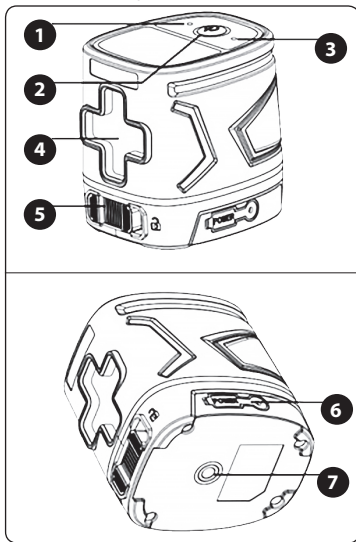

Abb. 6, Position – Beschreibung
- Verwenden Sie ein 5-V-Gleichstrom-USB-Netzteil zum Aufladen des Geräts, indem Sie ein USB-Kabel mit einem USB-C-Anschluss anschließen. Während des Ladevorgangs blinkt das grüne Licht (Abb. 6, Position 3), nach dem Laden leuchtet das grüne Licht.
2. Bei Verwendung einer Nivellierautomatik genügt es, den Schalter (Abb. 6, Position 5) auf die Position des entriegelten Vorhängeschlosses zu schalten und damit Laserlinien zu projizieren.
2. Stellen Sie sicher, dass sich der Schalter (Abb. 6, Position 5) in der Position des verriegelten Vorhängeschlosses befindet.
3. Drücken Sie den Betriebsschalter (Abb. 6, Position 2). Die Laserlinien blinken periodisch in Abständen von einigen Sekunden.
- Schalten Sie das Gerät wie oben beschrieben im automatischen Nivelliermodus ein und halten Sie die Taste (Abb. 6, Position 2) gedrückt, damit die rote Kontrollleuchte (Abb. 6, Position 1) aufleuchtet. Der Pulsmodus kann im Modus ohne automatische Nivellierung nicht aktiviert werden.
- Um den Pulsmodus auszuschalten, halten Sie die Taste (Abb. 6, Position 2) gedrückt, damit das Licht erlischt.